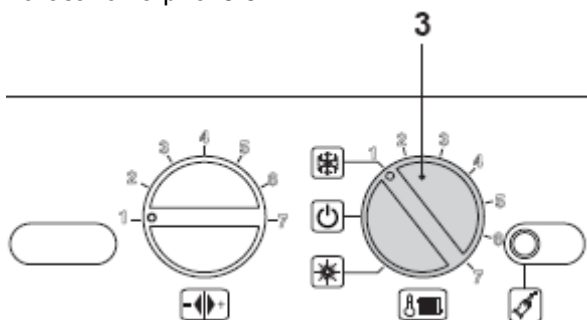

рис. 6.5
- Установите переключатель функций 3 как показано на рис. 6.5.